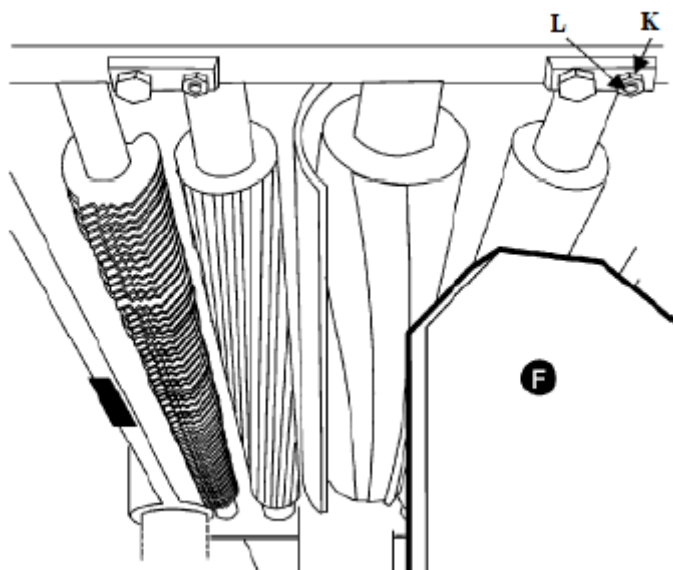

Рис. 27 Регулировка разгрузочного ролика
4. Переместите измерительный блок (F) под один конец разгрузочного ролика, как показано на Рис. 27. Нижняя часть разгрузочного ролика должна просто касаться верхней части измерительного блока.
При необходимости регулировки разгрузочного ролика ослабьте контргайку (K), Рис. 27, и поворачивайте винт (L), Рис. 27, до тех пор, пока разгрузочный ролик не коснется измерительного блока. Затем затяните контргайку (K), как показано на Рис. 27.